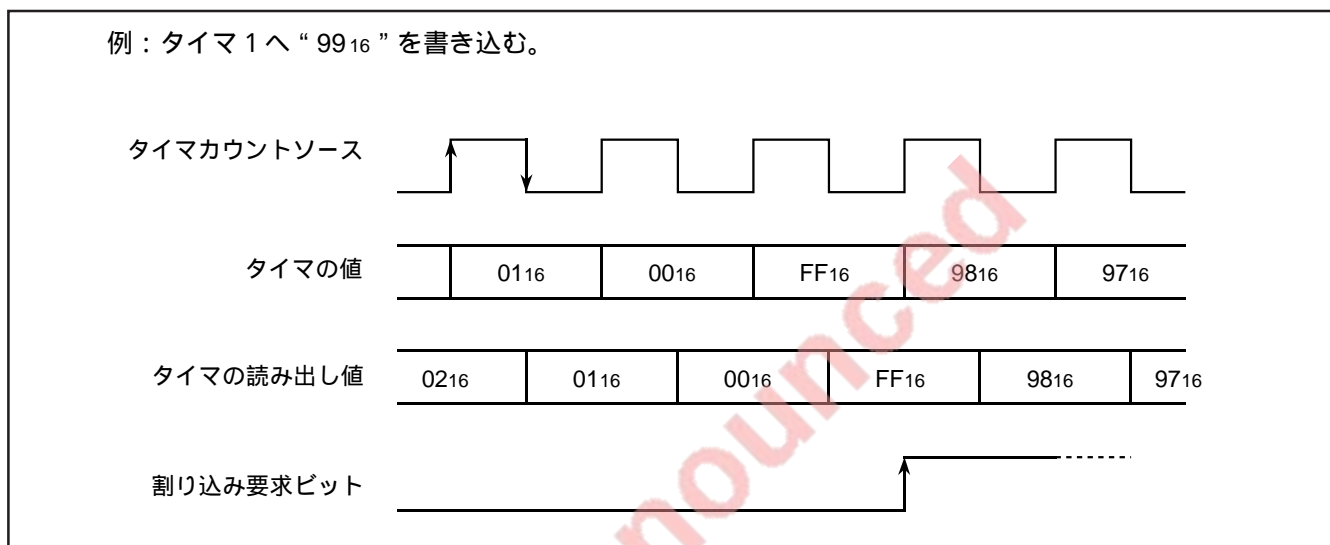

図1.12.26 タイマの値と読み出し値の変化するタイミング
- (1) リセット時には、タイマ1、タイマ2の内容は不定、タイマ3の内容は“ FF₁₆ ”、タイマ4の内容は“ 07₁₆ ”です。また、タイマ12モードレジスタ(T12M : 00F8₁₆番地)、タイマ34モードレジスタ(T34M : 00F9₁₆番地)の内容が“ 00₁₆ ”となり、各タイマはカウント動作を行いますので注意してください。
- (2) タイマの値と読み出し値の変化するタイミングは図1.12.26に示すような関係にあります。タイマの値はカウントソースの立ち上がりで変化しますが、読み出し値はカウントソースの立ち下がりで変化します。したがってタイマを読み出したとき、実際のタイマの値に対して + 1異なる場合があります。